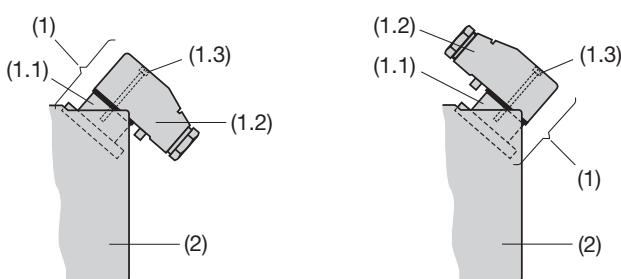

Fig. 4. Partie arrière (2) avec raccord à fiche (1).
La **connexion enfichable** (1) se compose d'un prise (1.1), fixée sur la partie arrière (2) du convertisseur de mesure et d'une fiche mobile (1.2) pour le câble de connexion comprenant un raccord PG 11 et 7 bornes à vis pour des sections de fils de max. 1 mm^2 . La prise peut être montée pour que le câble de la fiche sorte vers l'arrière (Fig. 4, à gauche) ou vers l'avant (Fig. 4, à droite).